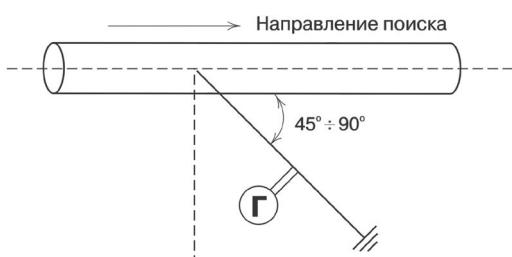

Рис.5
- угол между выходным проводом и направлением поиска в месте подсоединения генератора к кабелю должен составить 45 ... 90 град. рис. 5;